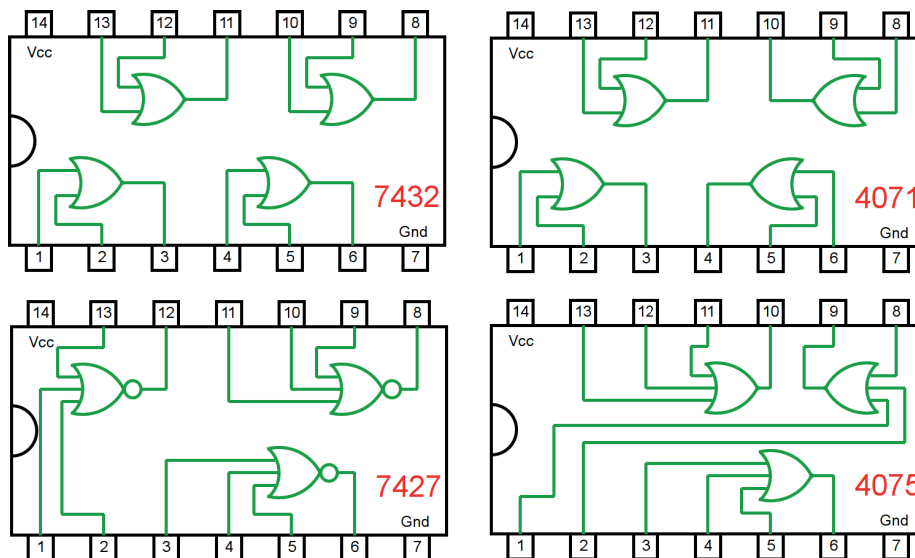

Figura 4.8 – Circuitos integrados TTL e CMOS.
- a) Coloque os circuitos integrados (TTL e/ou CMOS da figura 4.8) nas posições indicadas.
- d) Conecte os fios verdes. Os fios verdes estão conectados ao terra e portanto fornecendo valor lógico (0) às entradas de todas as portas do CI.